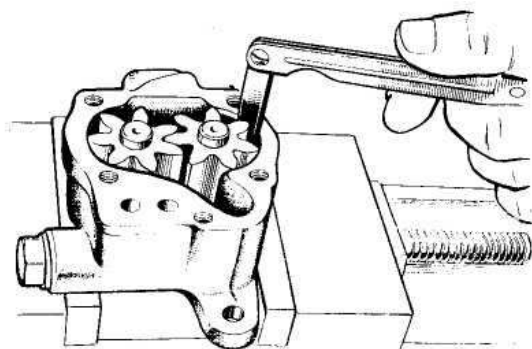

Рис. 94. Проверка зазора при помощи щупа между наружным диаметром и расточкой в корпусе насоса
- проверьте зазор между наружными диаметрами шестерён и расточками в корпусе насоса с помощью щупа (рис. 94) — зазор должен быть 0,035...0,063 мм. Этот зазор изменяется незначительно. Если зазор увеличится более 0,10 мм, то замените корпус насоса (возможно и шестерни);